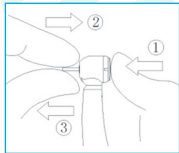

Fig. 8-1
Prima levemente o botão com o polegar e insira simultaneamente a broca de carbureto ou diamantada (Fig. 8-1①②).
Prima o botão com o polegar e, simultaneamente, retire a broca de carbureto ou diamantada (Fig. 8-1③).